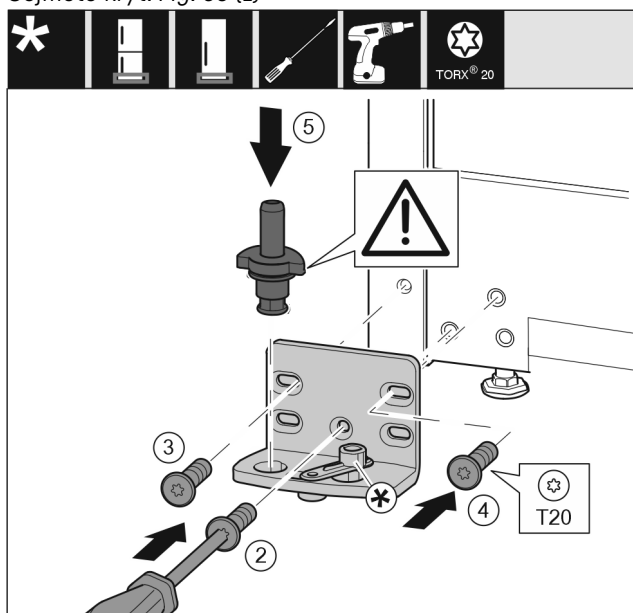

Fig. 36
- ▶ Nasadte stojan ložiska na druhé straně a přišroubujte pomocí šroubováku T20. Začněte šroubem 2 dole uprostřed. Fig. 36 (2)
- ▶ Pevně utáhněte šroub 3 a 4. Fig. 36 (3,4)
- ▶ Zcela vložte ložiskový čep. Přitom dávejte pozor, aby zajišťovací vačka směřovala dozadu. Fig. 36 (5)
- ▶ Nasadte stojan ložiska na druhé straně a přišroubujte pomocí šroubováku T20. Začněte šroubem 2 dole uprostřed. (2)*
- ▶ Spojení tlumiče zavírání otočte o 180°. Šroubovákem T20 přišroubujte na druhé straně stojanu ložiska. (5)*
- ▶ Zcela vložte ložiskový čep. Přitom dávejte pozor, aby zajišťovací vačka směřovala dozadu. (6)*